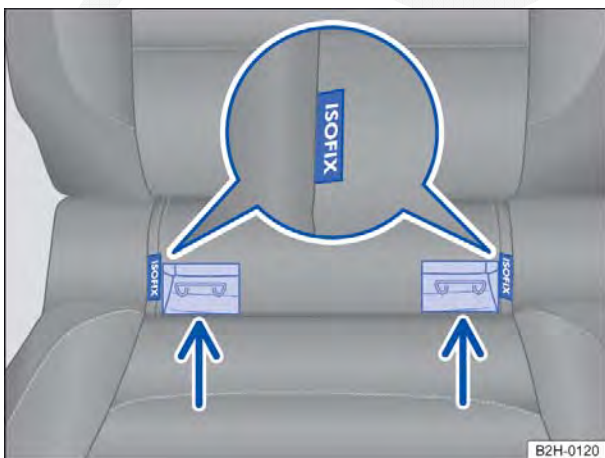

Fig. 67 Identificação dos pontos de ancoragem inferiores da cadeira de criança no banco do veículo.
- Encaixar a cadeira de criança nos olhais de retenção ⇒ Fig. 67 na direção da seta. As aberturas de introdução encontram-se perpendicularmente ao lado da inscrição ISOFIX. A cadeira de criança deve engatar de modo seguro e audível.
- Colocar a cadeira de criança sobre a superfície do banco e enganchar os ganchos dos cintos de fixação nos olhais de retenção ⇒ Fig. 67.